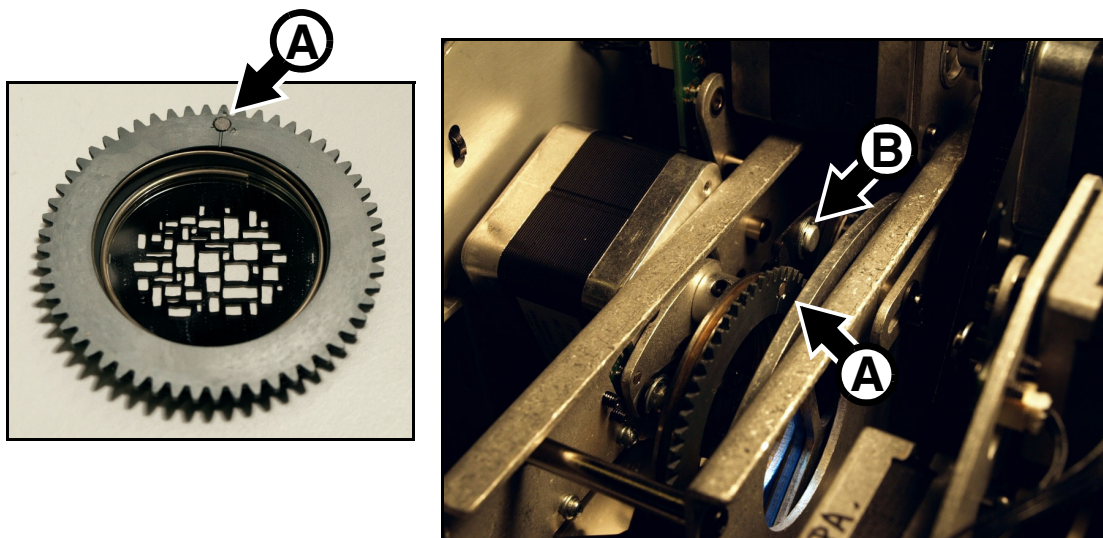

Figure 18: Position du porte gobo pour le changement
4. Voir Figure 18. Tournez le porte gobo jusqu'à ce que son aimant **A** s'aligne avec un point de référence que vous choisirez sur le châssis (**B** par exemple). Retirez et remplacez les gobos un par un, en gardant l'aimant aligné avec le point de référence choisi - évitez de faire tourner la roue quand un gobo est démonté. Cela gardera les gobos alignés avec leur position de montage d'usine et vous évitera de reprogrammer le spectacle parce que l'orientation d'un gobo a changé pendant l'entretien.